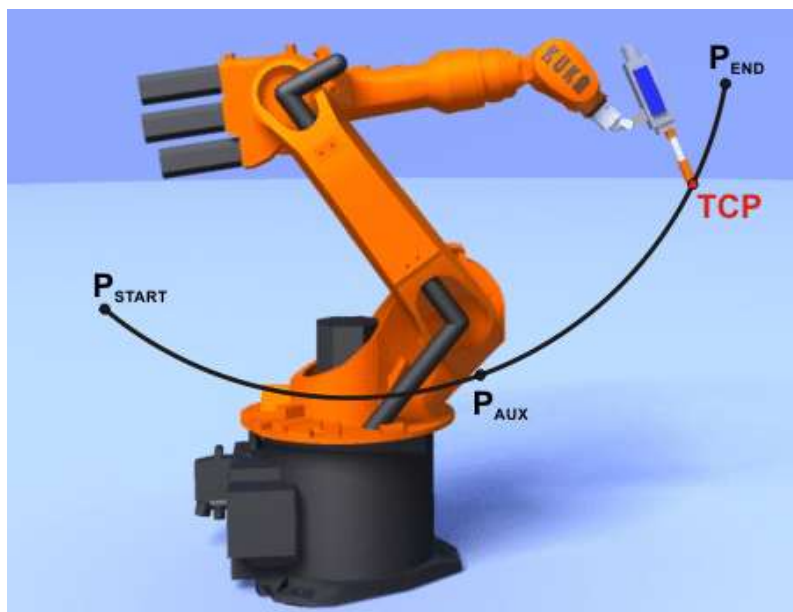

Рис. 4.3 CIRC-движение.
3. CIRC – круговое движение с определенной скоростью и ускорением по круговой траектории или части круговой траектории (рис. 4.3). Используя начальную точку робота (определяется как конечная точка в предыдущей команде движения) робот перемещает исполнительный орган по круговой траектории или дуге, проходящей через среднюю её точку и конечную точку.